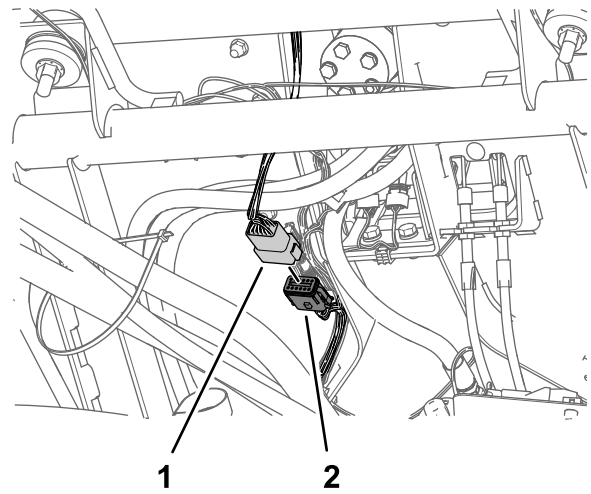

Figura 22
3. Conecte el conector de 12 pines del arnés de cables del kit al conector hembra de 12 vías del arnés de cables de la máquina (Figura 22).